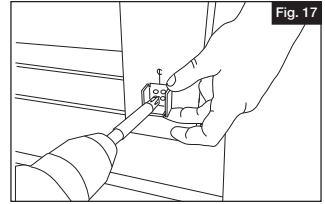

Fig. 17
- Faites une marque d'intersection représentant la ligne centrale souhaitée de votre panneau de rail installé. Mettez le support en place en le centrant sur la surface de montage à l'aide de la ligne tracée précédemment. Fixez à l'aide de 2 attaches adaptées au matériau sur lequel vous installez le support (Fig. 17).
- Trace una marca de intersección que representa la línea cen-tral deseada de su panel de barandal instalado. Coloque el soporte en su lugar, centrándolo en la superficie de montaje con la ayuda de la línea previamente trazada. Se fija utilizando 2 sujetadores adecuados para el material en el que se ins-tala el soporte (Fig. 17).